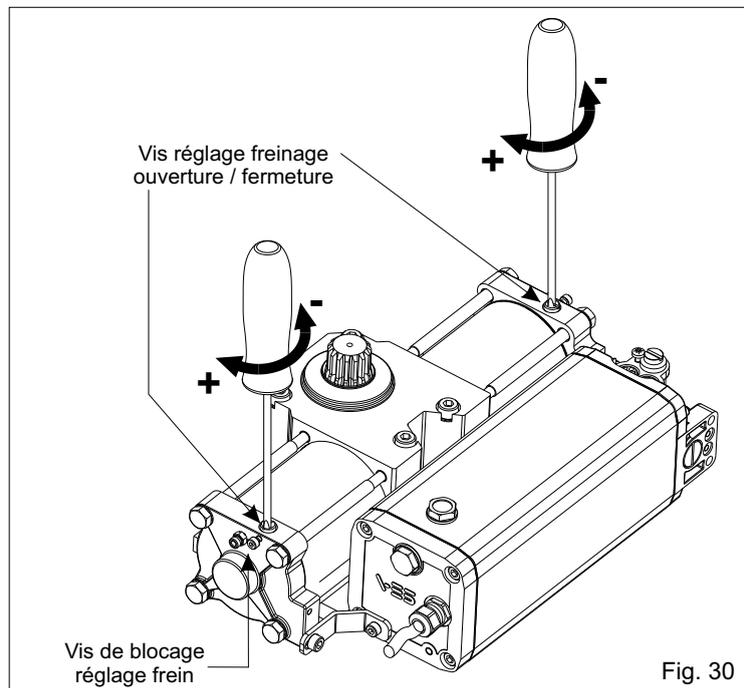

Fig. 30
9.1. Il est possible de régler le ralentissement du vantail en ouverture et en fermeture, à l'aide de la vis de réglage freinage (Fig. 30).